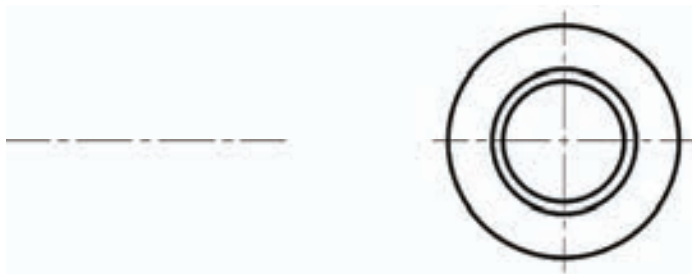

图 8-79 绘制 3 个同心圆
6) 绘制圆。单击“圆心, 半径”按钮, 绘制图 8-79 所示的 3 个同心圆, 这 3 个圆的直径从外到内分别为 80、50 和 42。